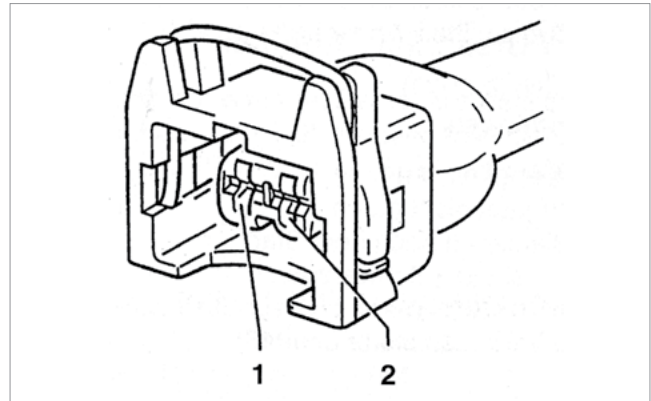

Abb. 5: Kontakt 1 und 2 am Druckwandler
- Spannung zwischen den Kontakten und der Motormasse messen (siehe Abb. 5).
- Da die Pinbelegung des Steckers am Druckwandler unterschiedlich ist, muss zunächst festgestellt werden, an welchem Kontakt die Spannungsversorgung anliegt (siehe Abb. 5).